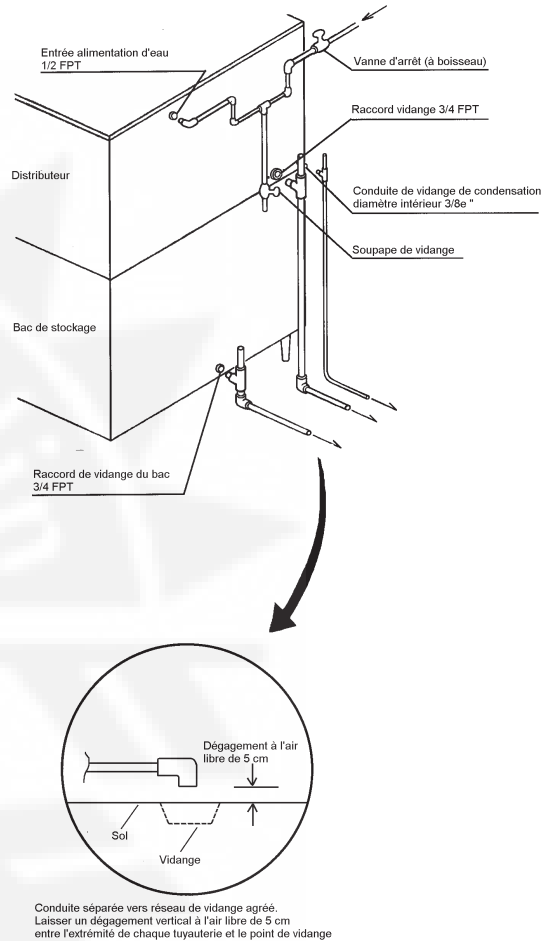

Fig. 6
## 7. RACCORDEMENTS DE L'ARRIVEE D'EAU ET DE LA VIDANGE - Voir Fig. 6.
- Le raccord de vidange du distributeur et du bac de stockage est de 3/4» FTP. La vidange de la condensation est un tuyau de 10 mm diamètre intérieur. Les tuyauteries de raccordement pour la vidange du distributeur doivent être effectuées séparément de celles de la vidange du réservoir. La vidange finale doit être équipée d'une aération pour assurer un bon débit pendant le cycle de récolte (Voir Fig. 6).
- Les vidanges ne doivent pas être raccordées directement au circuit d'évacuation d'eaux usées. Il faut laisser un espace d'air d'un minimum de 5 cm verticalement entre l'extrémité du tuyau de vidange du distributeur ou du réservoir et l'orifice de l'évacuation au niveau du sol (Voir Fig. 6).